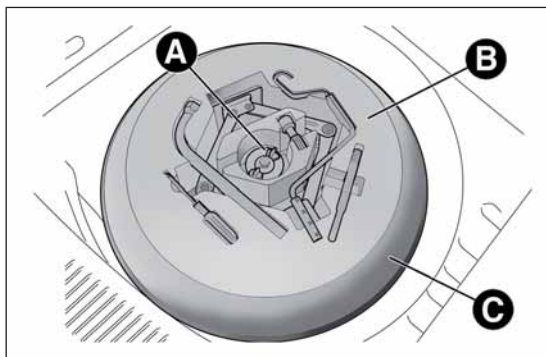

fig. 116
- svita il dispositivo di bloccaggio A fig. 116, preleva il contenitore portattrezzi B e portarlo accanto alla ruota da sostituire. Preleva quindi il ruotino di scorta C;